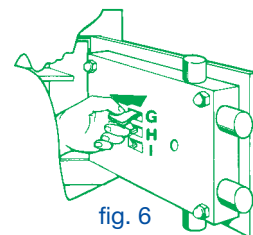

fig. 6
- Introduire dans la fente G la petite clé D, en maintenant sur cette dernière une légère pression et en faisant tourner en même temps le bouton externe A vers la droite jusqu'à son blocage, comme illustré fig. 6.